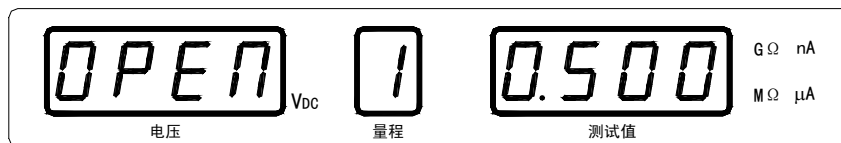

图 3-8 清零状态，显示开路提示及显示量程下的零值（mV）
- 按 **清零** 键，显示下图 3-8，电压显示器显示开路信息，测试值显示器显示当前量程的零值，此时上下键可选择其它量程的零值。